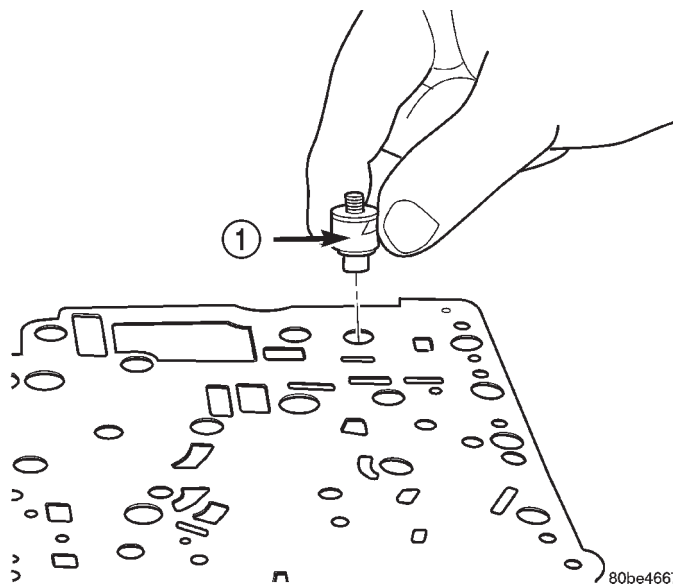

Fig. 341 Instalación de la válvula de retención (nº 5) del embrague de sobremarcha
(8) Instale la válvula de retención (nº 5) del embrague de sobremarcha en la placa separadora (Fig. 341)